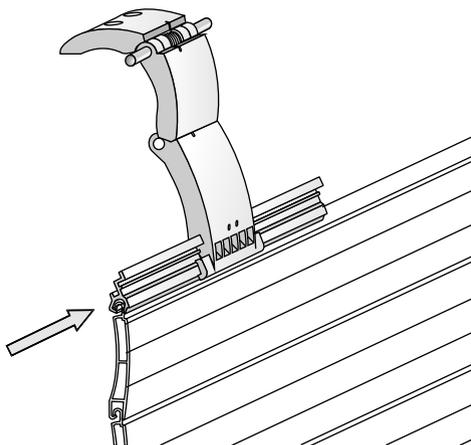

Рисунок 12. Установка ригеля на полотно.
2. Вставить планку-замок ригеля в замок верхней ламели роллетного полотна (рис.12).